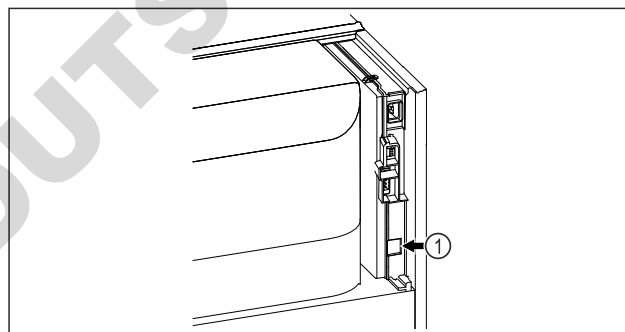

Fig. 125
- Le SmartModule Fig. 125 (1) est installé.